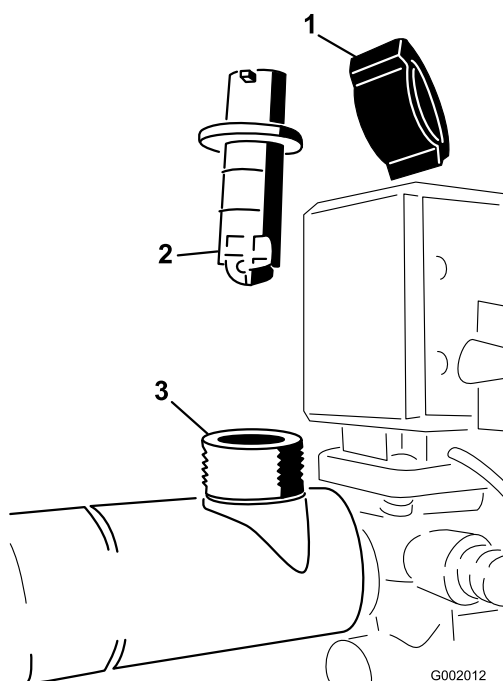

Figura 70
2. Retirar a cobertura de suporte do corpo do fluxímetro (Figura 70).